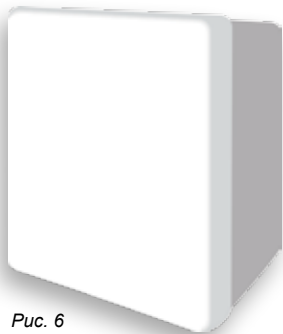

Рис. 6
8.1 Тип 1 - стандартная комплектация - встроенный в крышку изделия (рис. 6)